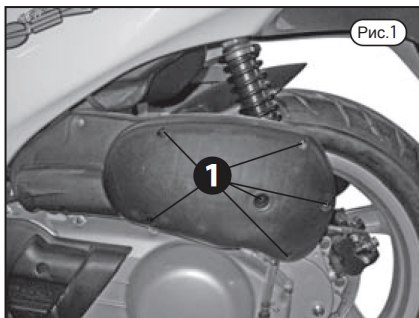

Рис.1
- Вытяните щуп 1 (рис. 1) и убедитесь, что уровень масла находится между “MAX” и “MIN” меток (рис. 1), если уровень ниже “MIN” отметки, долейте моторное масло до метки “MAX” (рис. 1).
- Установите щуп 1 (рис. 1) на своё место. Никогда не используйте масло, имеющие различные характеристики от рекомендованных или масло с добавками. Убедитесь в том, что никакие посторонние предметы не попали в картер двигателя пока Вы доливали масло.
- Вытяните щуп масла 1 (рис. 1).
- Залейте в двигатель масло через отверстие контроля уровня масла (рис. 1). Не переливайте масло выше максимального уровня отметки “MAX” (рис.1).
- Выкрутите винты 1 (Рис.1)